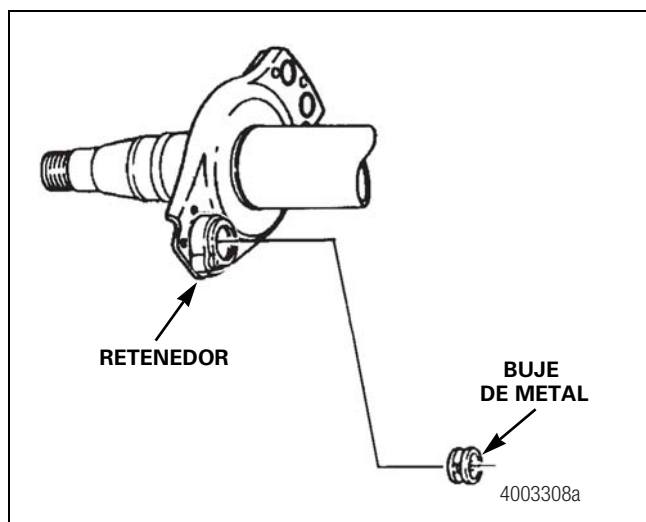

Figura 11.7
- En los tres modelos de araña se puede instalar un buje de casquillo de metal. Figura 11.7.